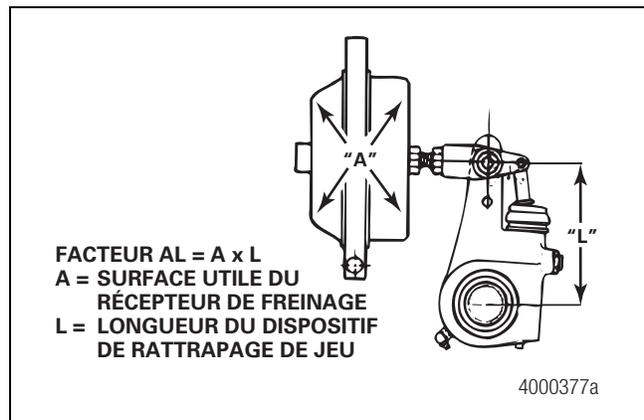

Figure 7.6
8. La surface du récepteur de freinage multipliée par la longueur du dispositif de rattrapage de jeu automatique donne le facteur AL. Cette valeur doit être identique pour les deux freins d'un même essieu simple, ou pour les quatre freins d'un essieu tandem. Figure 7.6.